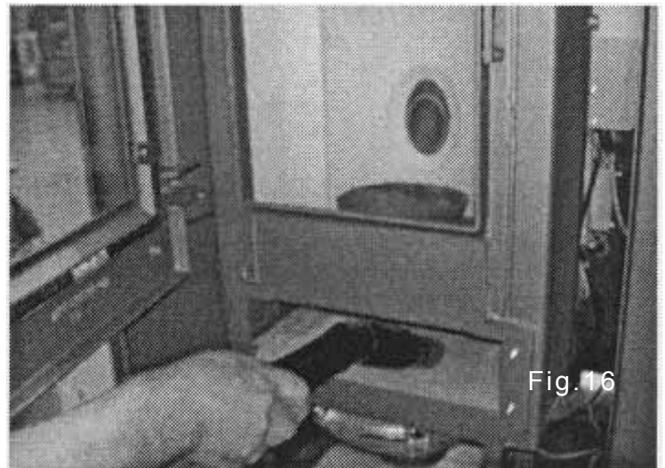

Fig.16
-se na parte inferior da câmara de combustão (da fig. 16 à fig.19).